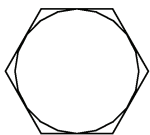

图 7-2 块中组成对象
**【例 7.1】** 通过对话框将图 7-2 所示图形创建成块，名称为“lw1”。
首先在屏幕上绘制一个圆及与之外切的正六边形，如图 7-2 所示。